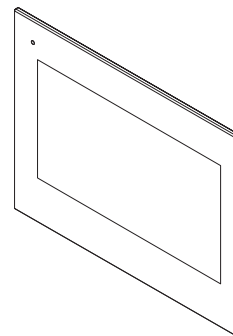

Fig. 7
5. Il videocitofono è installato (**Fig. 7**), alimentare l'impianto e verificare che funzioni correttamente.